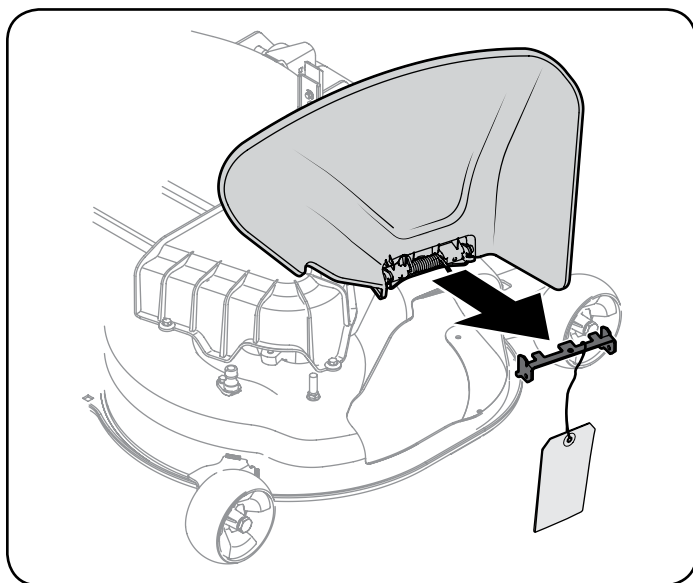

Figura 7
- Sosteniendo el canal deflector totalmente hacia arriba, extraiga la traba de seguridad. Baje el deflector del canal y descarte la traba de seguridad. Vea la Figura 7.